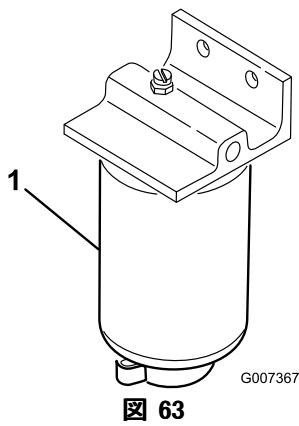

図 63
1. 燃料フィルタのキャニスタの下に汚れのない容器をおく(図 63)。